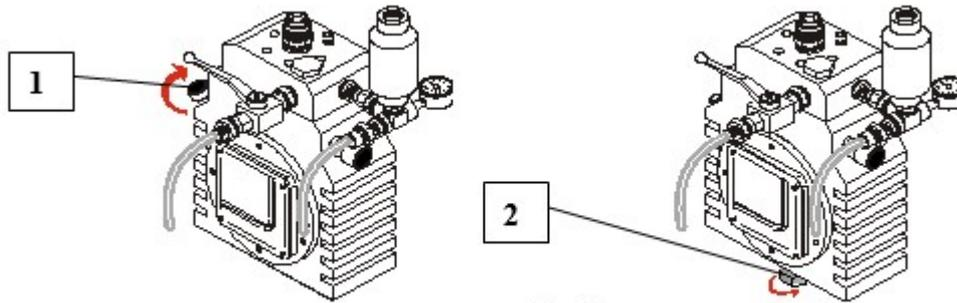

Fig.41
- a) Retire el tapón de nivel de aceite (1, Fig. 41)
- b) Desenrosque el tapón de salida debajo de la bomba y drene el aceite por completo (2, Fig.41).